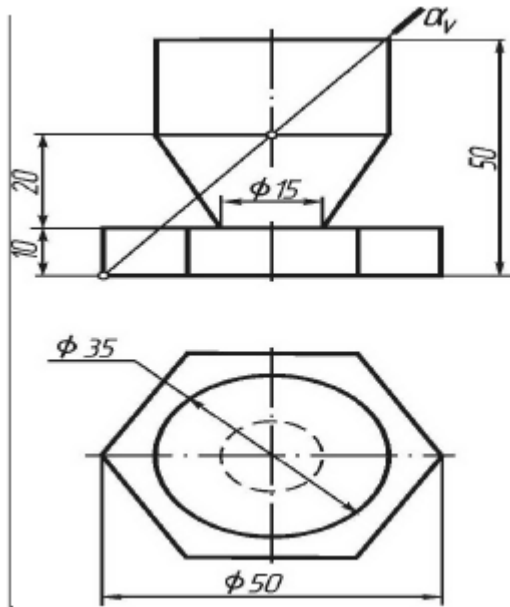

Рис. 1
Контрольное задание (рис. 1). Построить сечение тел плоскостью и натуральную величину сечения.
1. Контрольное задание (рис. 1). Выполнить аксонометрическое изображение заданных тел, нанести линию пересечения